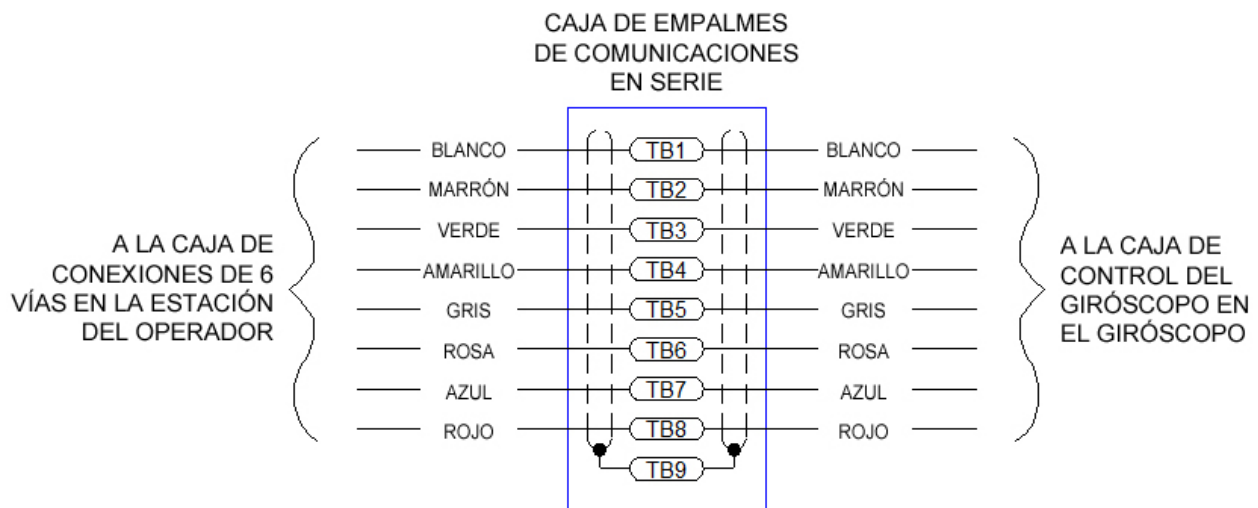

FIGURA 17 – CAJA DE EMPALMES DE LAS COMUNICACIONES EN SERIE
- c. Si el cable de comunicaciones en serie, 20141 (CABLE 5), es demasiado largo para la instalación, la longitud total se puede reducir si se quita una parte del cable y se inserta una caja de empalmes. Conecte todos los conductores y protectores según la Figura 17.
- c. Si el cable de comunicaciones en serie, 20141 (CABLE 22), es demasiado largo para la instalación, la longitud total se puede reducir si se quita una parte del cable y se inserta una caja de empalmes. Conecte todos los conductores y protectores según la Figura 17 en la Sección 2.4.2.